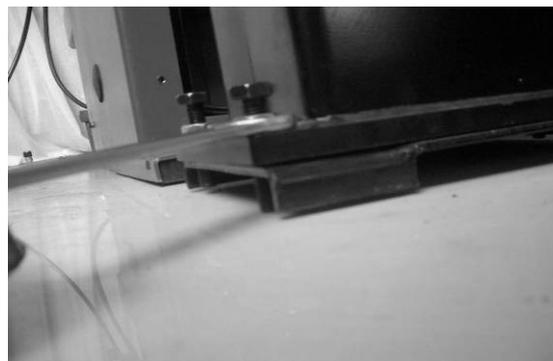

Рис. 38
10. Открутите гайку под основанием и поворачивайте винт по часовой стрелке, пока он не будет находиться вплотную к основанию (рис. 38), установите боковую панель и инструментальный ящик, снятые ранее.